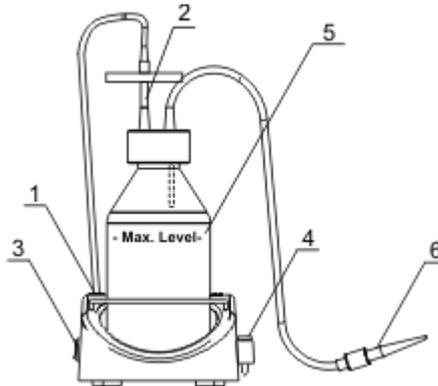
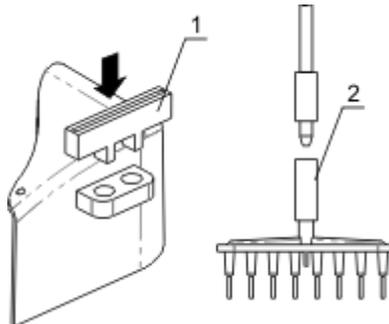

Fig. 1 Appareil assemblé
Fig.2 Installation de l'extrémité d'aspiration optionnelle MA-8
- Le niveau du tampon collecté ne doit pas excéder le niveau maximal (voir la Figure 1/5). Videz la fiole collectrice lorsque le liquide a atteint son niveau maximal. Prenez les précautions nécessaires conformément aux normes générales de laboratoire lorsque vous utilisez des déchets liquides.
- vissez le tuyau de sortie au connecteur femelle de la prise de la pompe (Fig.1/1) situé sur le dessus de l'appareil (en tournant dans le sens des aiguilles d'une montre);
- vérifiez que le filtre soit fermement inséré dans le connecteur (Fig.1/2);
- placez le tube dans le porte-tubes (fig.1/4) situé sur le côté droit du FTA-1.
- retirez les tubes du porte-tubes situé sur le côté droit du FTA-1 (fig.1/4);
- placez le support de stockage MA-8 (fig.1/1) dans le support (fig.2/...);
- retirez l'extrémité d'aspiration standard du tuyau d'entrée de (fig.1/6) et connectez l'extrémité d'aspiration MA-8 (fig.2/2);
- 4.2. Mettez l'appareil sous tension à l'aide de l'interrupteur d'alimentation (**Power**) situé sur la surface latérale (fig.1/3).
- 4.4. Utilisez le mini-support (Fig. 1/4) situé sur le côté droit de l'appareil pour laver et stocker l'extrémité d'aspiration. Le support peut accueillir deux tubes (par ex. pour la solution d'acide chlorhydrique et de distillat).
Attention! Pendant l'utilisation, veillez à ce que le niveau du tampon collecté n'excède pas le niveau maximal (voir la Figure 1/5). Videz la fiole collectrice lorsque le liquide a atteint son niveau maximal (conformément à la section 4.6).
- 4.5. Un fois l'opération terminée, mettez l'appareil hors tension en appuyant sur l'interrupteur d'alimentation (**Power**) (fig.1/3), puis déconnectez le bloc d'alimentation externe du circuit électrique.